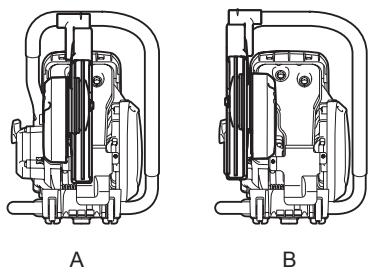

Fig. 1
- (1) Lossa åtdragningsmuttern och vrid justeringsskruven för spänning åt vänster tills änden på skruven syns. (Fig. 1)
- (2) Ta bort åtdragningsmuttrarna och avlägsna remskyddet. (Fig. 1)